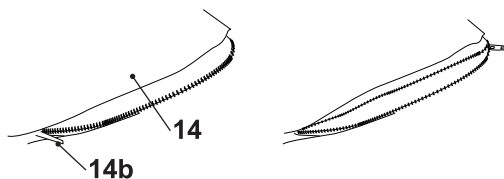

Fig. 9
1. Deschideți fermoarul (14b) și goliți așchiile într-un sac menajer potrivit (Fig. 9).